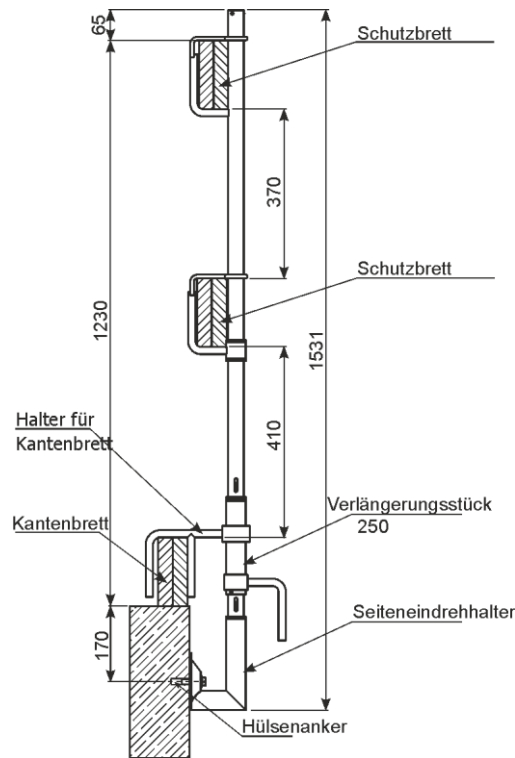

Abb. 56 Montage des Systems beim Einsatz der seitlichen Einschraubhalterung
2.14 Montage der seitlichen Einschraubhalterung (Abb. 56)